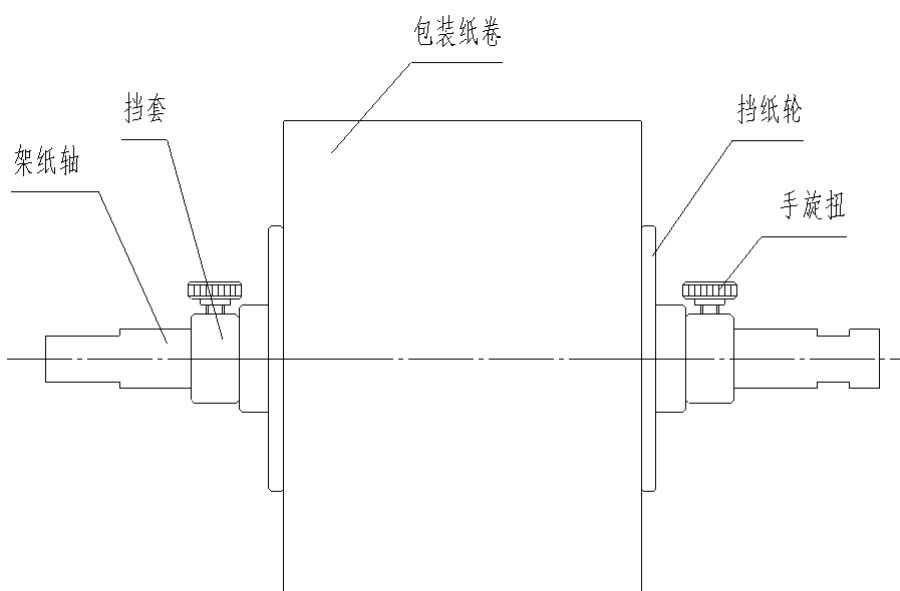

图 5-1
2. 将包装材料装在架纸轴上，并装上挡纸轮及挡套，把装好包装材料的架纸轴放在架纸板上（见图 3-6、图 5-1），注意包装材料的印刷面方向应与对应机型的图示相符，将包装材料与成形器对正，使挡纸轮及挡套夹紧包装材料并拧紧手旋钮。